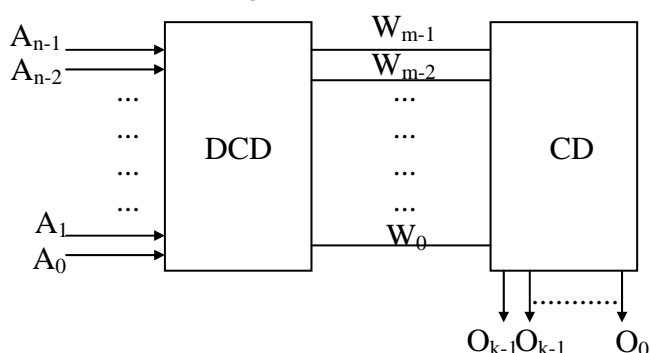

Fig. 7.1.
2.1. Memoria de tip EPROM este o memorie de tip ROM (Read Only Memory), care poate fi programată pe cale electrică la utilizator. Memoria ROM este un circuit logic combinațional compus dintr-un codificator și un decodicator (fig. 7.1).